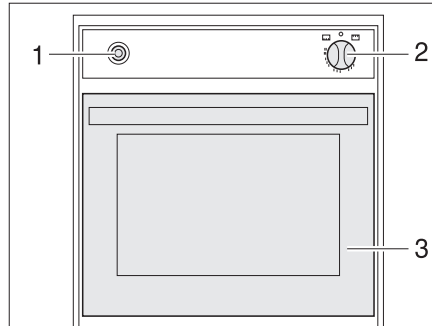

Fig. 140 Four à gaz
- Ouvrir complètement la porte du four (Fig. 140,3).
- Enfoncer légèrement le bouton tournant (Fig. 140,2) et le placer sur "🔥" (four) ou "🔥" (grill).
- Enfoncer le bouton tournant (Fig. 140,2) et le maintenir enfoncé pendant 5 à 10 secondes. Le gaz s'écoule vers le brûleur.
- Appuyer plusieurs fois sur l'interrupteur d'allumage (Fig. 140,1) jusqu'à ce que la flamme se consume.
- Tourner le bouton tournant (Fig. 140,2) sur "0". La flamme s'éteint.